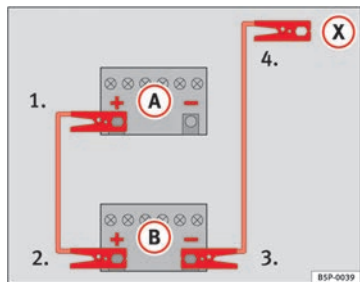

Abb. 226 Schema für das Anklemmen der Starthilfekabel
In der ⇒ Abb. 226 ist **(A)** die entladene Batterie und **(B)** die stromgebende Batterie.
- 1. Klemmen Sie ein Ende des roten Starthilfekabels an den Pluspol ⇒ Abb. 226 **(+)** des Fahrzeugs mit der entladene Batterie ⇒ ⚠.